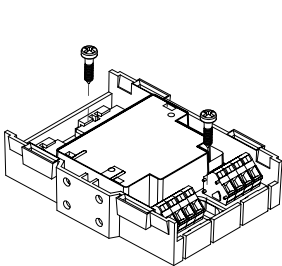

图 2
- 安装在控制器或开关柜内部：直接安装在平整表面上(图 2)。
2. 用 2 个螺钉（M4）将模块固定（图 2）。安装孔距离：63.5±1.0mm。